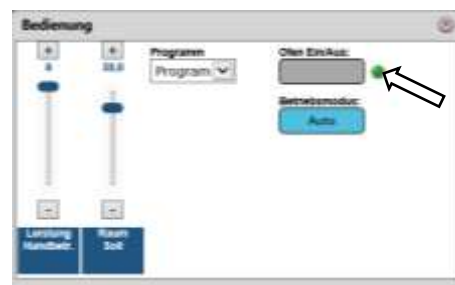

Abb. 8: Pellet Primärofen eingeschaltet
4. Der Pellet Primärofen läuft nun im Automatikmodus im eingestellten Programm. Zu sehen ist dies an der grünen Kontrollleuchte (Abb. 8)